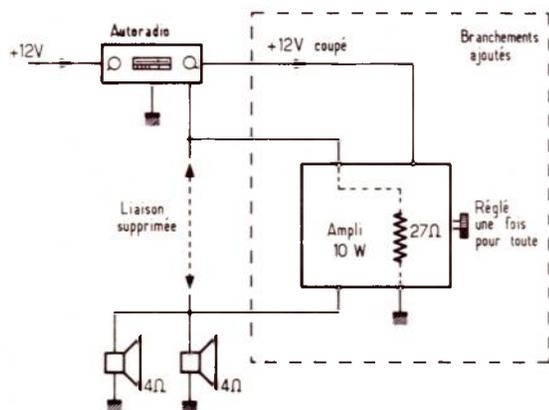

Figure 2 - Montage d'un booster simple
1) L'appareil est dissimulé en un endroit quelconque, sans possibilité simple d'accès à son potentiomètre qui est alors réglé une fois pour toutes selon les caractéristiques de l'autoradio. Les commandes de ce dernier appareil conservent alors toute leur importance. Le « booster » se fait ainsi totalement oublier si son alimentation est prise après l'interrupteur marche/arrêt de l'autoradio. Ce montage est représenté **figure 2**. Il s'applique également au cas où l'on désire incorporer l'ampli dans le boîtier du HP.